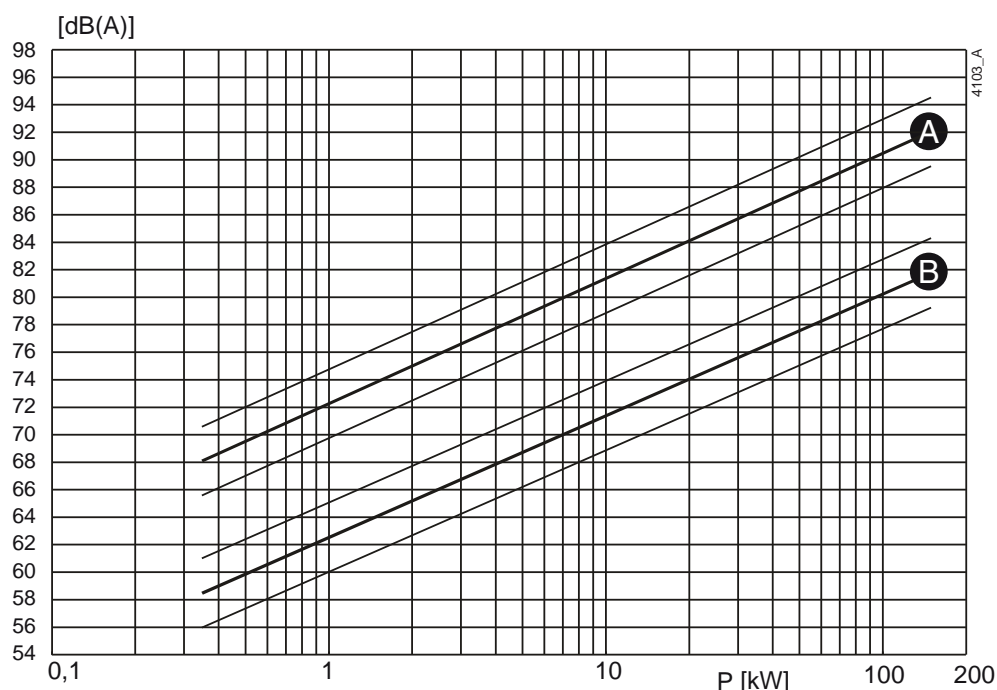
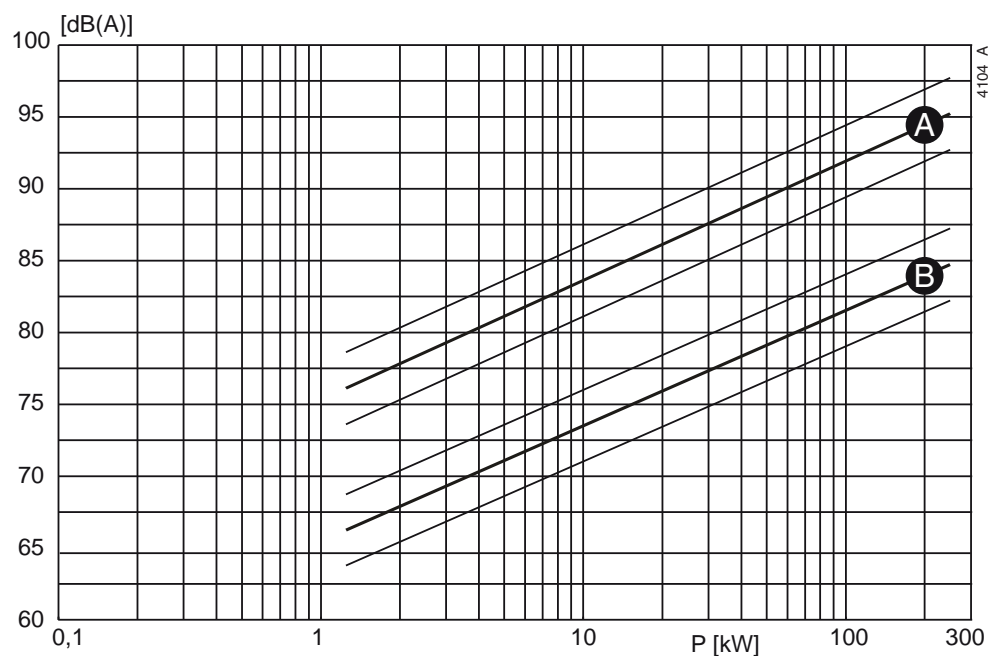

Рисунок 40: Зависимость уровня шума от мощности насоса [кВт] при 1450 об/мин.
Рисунок 41: Зависимость уровня шума от мощности насоса [кВт] при 2900 об/мин.
- 1 Определите уровень шума (L_1) насоса, см. Рисунок 40 или Рисунок 41.